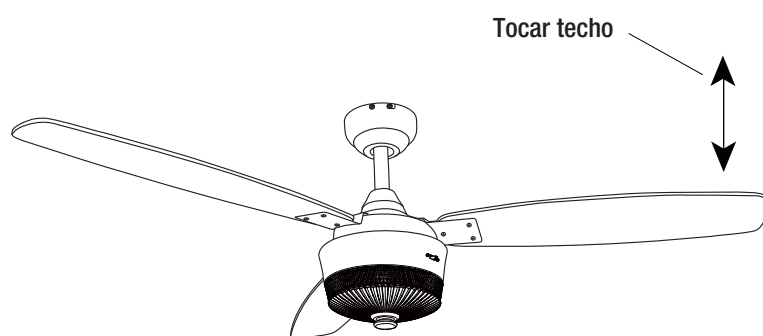

Figura 16
- La mayoría de problemas de bamboleo ocurren cuando los niveles de las aspas son desiguales. Compruebe este nivel seleccionando un punto en el techo sobre la punta de una de las aspas. Mida esta distancia como se muestra en la Figura 16. Gire el ventilador hasta que la siguiente aspa esté ubicada para medición. Repita para cada aspa. Las medidas deben estar dentro de 1/8 pulg (3 mm).